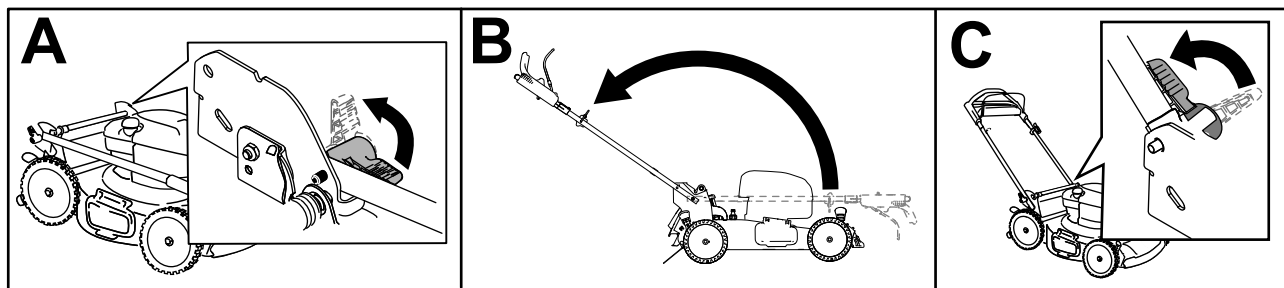

Figure 3
1. Déverrouillez le guidon (A de Figure 3).
2. Ramenez le guidon en arrière à la position d'utilisation (B de Figure 3).
4. Engagez le verrou du guidon jusqu'à ce que la goupille s'enclenche en place et verrouille le guidon à la position d'utilisation (C de Figure 3).